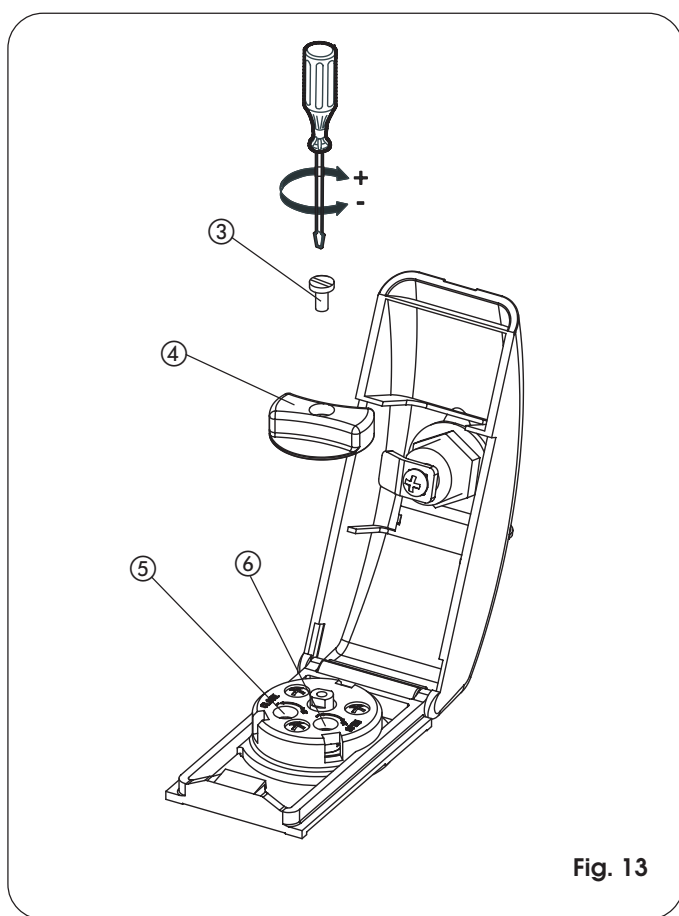

Fig. 13
- Levante la cubierta (Fig. 13).
- Destornille el tornillo (Fig. 13, ref. ③) que fija la manivela y extraiga la manivela (Fig. 13, ref. ④).
- Regule mediante los tornillos de reglaje de la fuerza (By Pass) (Fig. 13, ref. ⑤ y ⑥) presentes en el operador.
- Finalizada la regulación, coloque de nuevo la manivela (Fig. 13, ref. ④) y atornille de nuevo el tornillo (Fig. 13, ref. ③).